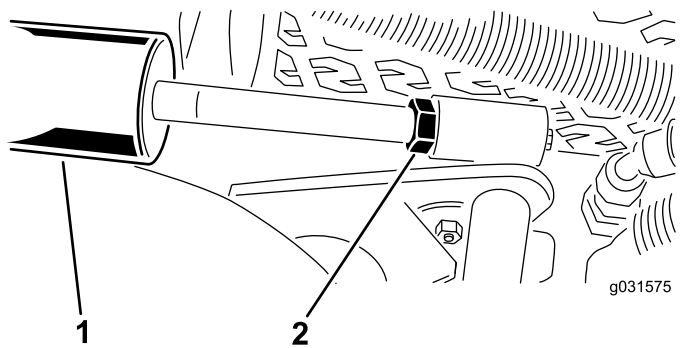

Figure 15
- A. Abaissez les unités de coupe et desserrez l'écrou de blocage sur le vérin (Figure 15).